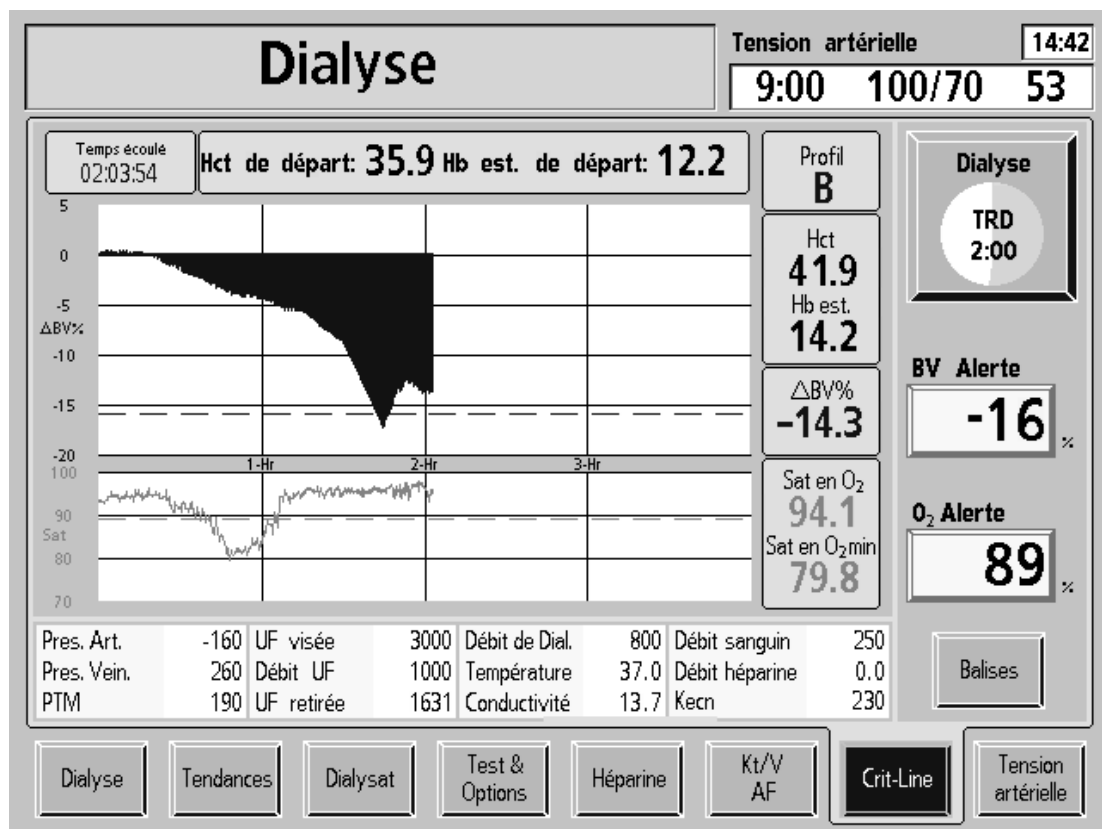

Figure 54 – Écran Crit-Line (Affiche le variation du pourcentage dans le volume de sang et la saturation d'oxygène)
L'écran « Crit-Line » peut afficher le volume de sang (BV) (reportez-vous à la Figure 54, à la page 130) ou l'hématocrite (Hct) (reportez-vous à la Figure 55 ci-dessous) sur la représentation graphique supérieure en fonction du réglage du Mode de Service.
Le graphique du BV (Volume de sang) (Figure 54 à la page 130) s'affiche sous forme de graphique de remplissage. Une ligne est remplie de 0 à la valeur du Δ BV%. À mesure que le traitement de dialyse avance, le liquide est retiré du sang par la pompe d'ultrafiltration de l'appareil d'hémodialyse 2008T. Par conséquent, un plus grand pourcentage du sang est composé de globules rouges et le graphique de masse sanguine tendra vers le haut, pouvant atteindre le niveau d'alerte. Le niveau d'alerte est indiqué par des pointillés bleus sur le graphique BV.
Le graphique de saturation en oxygène est le graphique inférieur par défaut qui s'affiche à l'écran « Crit-Line ». Le graphique O₂ Sat (Saturation en oxygène) (Figure 54 à la page 130) est un graphique linéaire tracé à partir de la précédente valeur de la saturation en oxygène. Le niveau d'alerte O₂ est indiqué sous la forme d'une ligne pointillée verte dans le graphique de saturation en oxygène.